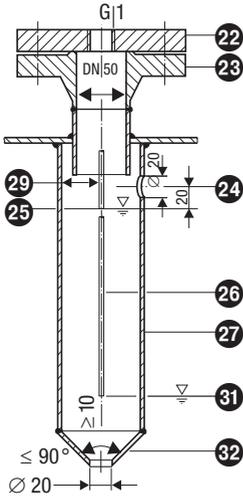

Fig. 6
3. Sechskantmutter ⑳ mit 17er Maulschlüssel lösen. Nicht abschrauben! **Fig. 6**
5. Sechskantmutter ⑳ leicht anziehen.
6. Klemmleisten ⑮ von Platine abziehen.
7. Klemmleiste gemäß Anschlussplan belegen, PE-Anschluss ⑰ belegen.
8. Klemmleisten ⑮ aufstecken.
9. Kabeldurchführung ⑫ montieren.
10. Gehäusedeckel ⑬ aufsetzen, Gehäuseschrauben ⑪ einschrauben und festziehen.